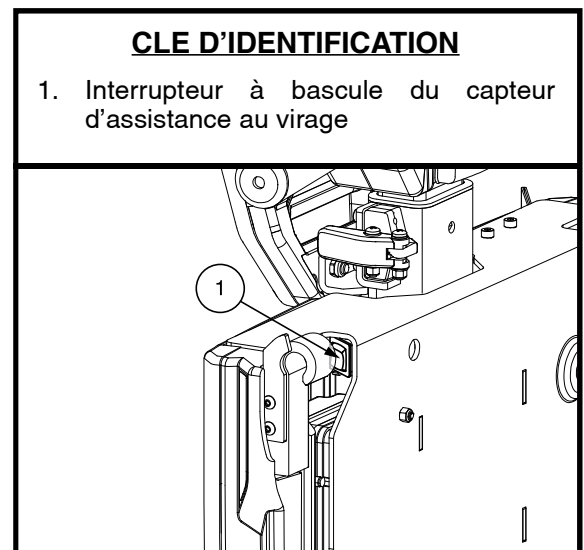

Figure 11. Capteur d'assistance au tournage
Votre scooter est équipé d'un capteur d'assistance au virage qui aide à contrôler la vitesse de votre scooter lors de la négociation se tourne. L'interrupteur du capteur d'assistance au virage est engagé au usine et peut être débrayé à l'aide d'un interrupteur à bascule. Voir figure 11.
1. Localisez l'interrupteur à bascule du capteur d'assistance au virage. Voir figure 11.